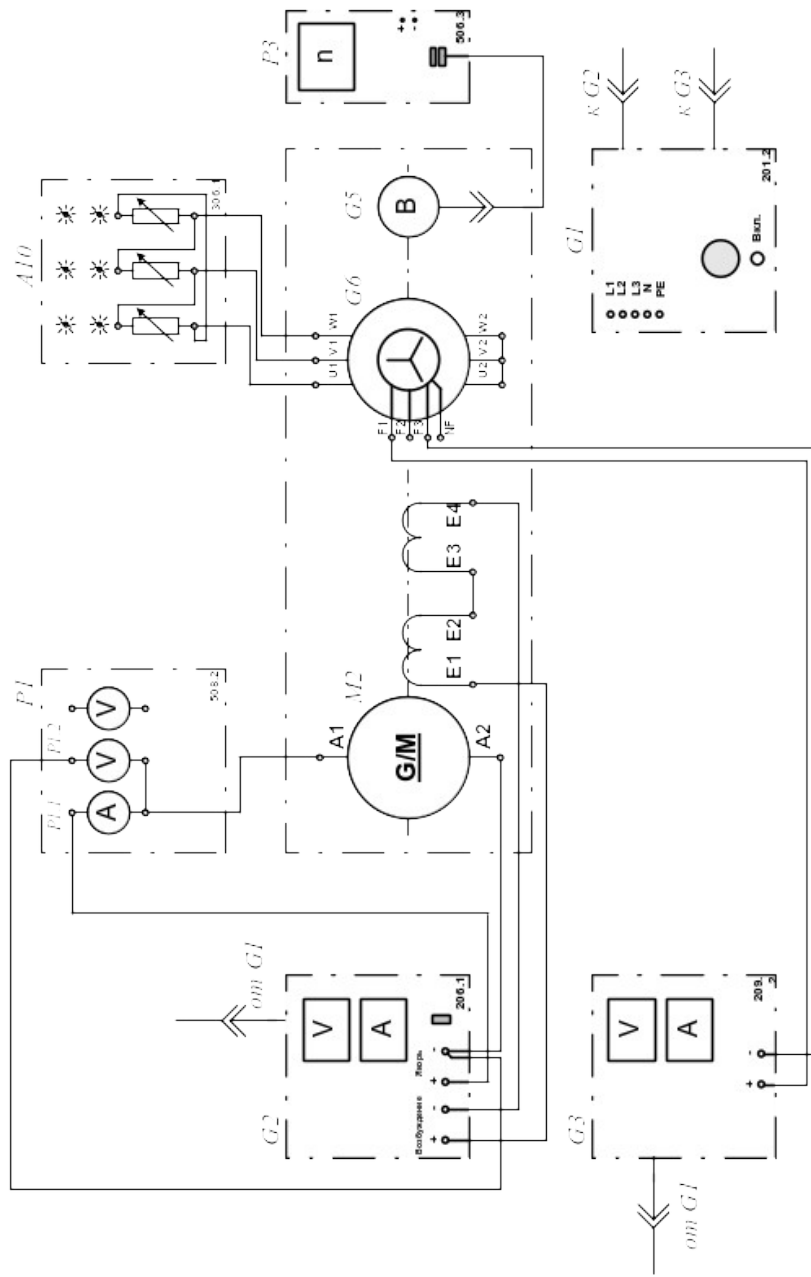

Рисунок 2- Электрическая схема двигателя с независимым возбуждением (вариант 1)
1.3. Соедините аппаратуру в соответствии с электрической схемой соединений (рис. 2 для исследования двигателя с независимым возбуждением), (рис. 3 для исследования двигателя с параллельным возбуждением), (рис. 4 для исследования двигателя с последовательным возбуждением).